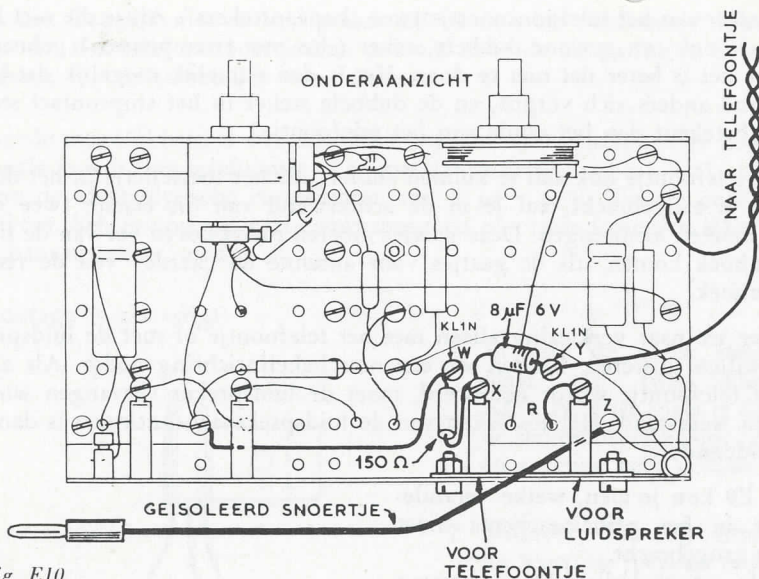

Fig. E10
- Verleg leiding C zó, dat twee extra klemmen KL 1N kunnen worden aangebracht (fig. E10). Leiding C komt nu dicht langs verschillende onderdelen te liggen en het is dus beter geïsoleerd montagedraad te gebruiken.
- Zet twee extra klemmen KL 1 N vast in de gaten, die in fig. E10 zijn aangegeven.
5. Monteer vervolgens deze stekkerbusplaat naast de transistor OC 14 tegen de metalen montageplaat (fig. E10). Zie de opmerking bij fig. E8.
6. Breng, volgens fig. E10, een weerstand van 150 ohm aan tussen klem X aan de stekkerbusplaat en de extra klem W. De kleurringen op een 150 ohm-weerstand zijn achtereenvolgens bruin-groen-bruin.
7. Monteer een elektrolytische condensator van $8 \mu\text{F}$ - 6 V tussen de klemmen X en Y (fig. E10). Denk om de juiste stand van deze condensator!
9. Leg nu een leiding tussen klem W en de klem nabij de antenne/aardestekkerbusplaat, waaraan onder andere de leiding vanaf de potentiometer-schakelaar is vastgemaakt (fig. E10).
12. Zet het telefoonsnoertje vast in de klemmen V en Y (fig. E10).